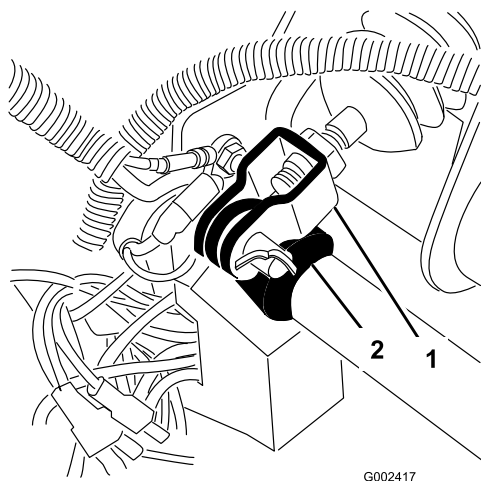

Figura 53
1. Retire el pasador de horquilla y la chaveta que fijan la horquilla del cilindro maestro al pivote del pedal de freno (Figura 53).
3. Afloje las contratuercas que fijan la horquilla al eje del cilindro maestro (Figura 53).